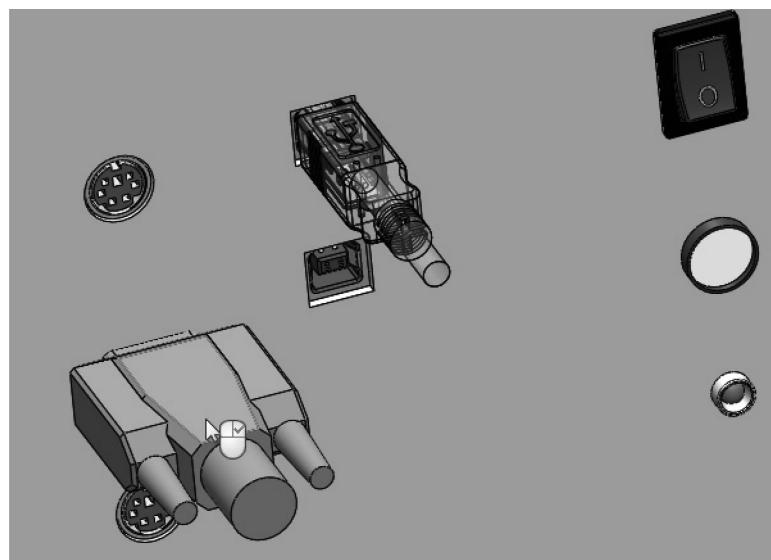

图 13-15 关联零件
**步骤3 关联零件** 关联设备 = f1-X5 零件 CON45612 到 VGA 连接器，如图 13-15 所示。